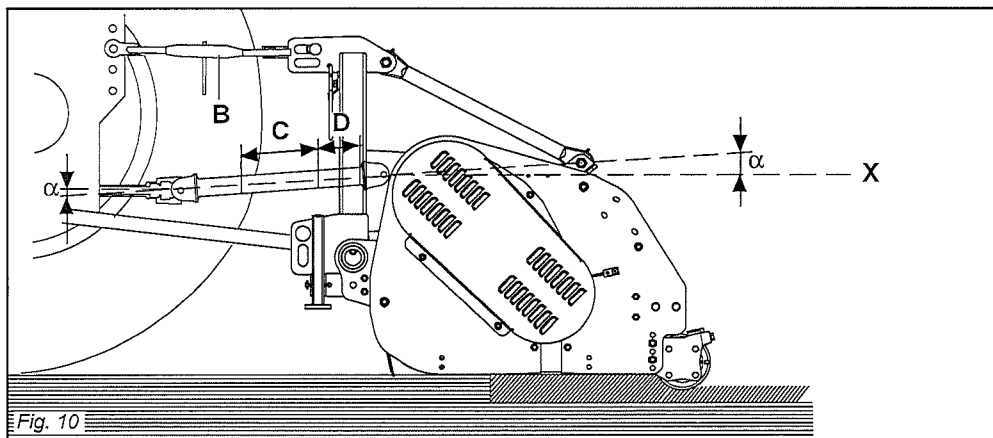
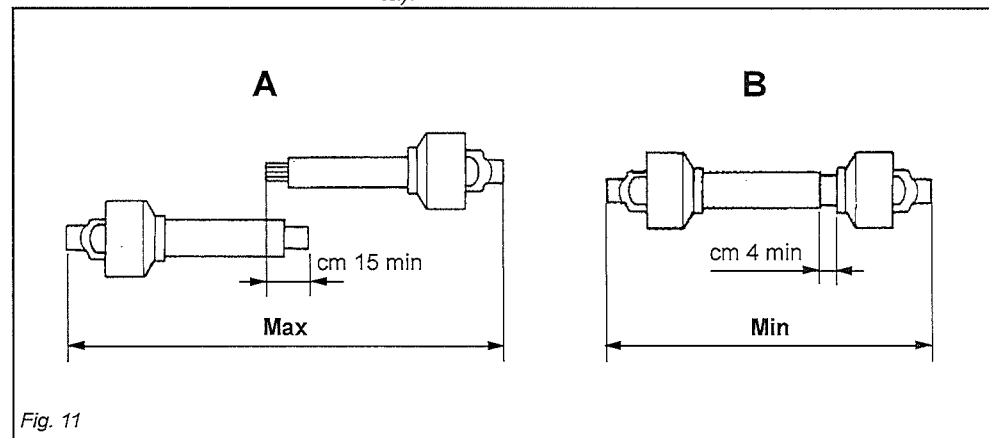

Fig. 10
Fig. 11
Vid korrekt utförd koppling är maskinen vågrät i arbetsläget. För att erhålla ett korrekt förhållande ska du öka eller minska längden på fästets toppstång (B Fig. 10) tills axeln (X Fig. 10) på hållarens räfflade ringmutter ställs in parallellt till marken.
- De två vinklarna (α fig. 10) som bildas av gafflarnas axlar och teleskoprörens axlar ska vara lika stora och får inte överskrida 10° .
- Teleskoprören (C fig. 10) ska vara överlappade med minst 15 cm (fig. 11).
Dette sker ved at forøge eller reducere længden på trepunktskoblingens topkobling (B Fig. 10) således, at akslen (X Fig. 10) for boksens kileringsmøtrik befinder sig parallelt med underlaget.
- De to vinkler (α Fig. 10) bestående af gaffernes akser og gliderørens akse er identiske og må ikke overskride 10° .
- Gliderørene skal være dækket (C Fig. 10) min. 15 cm (Fig. 11).
- De två rören på kraftöverföringsaxeln med kardanknut ska inte vara helt och hållet överlappade. Ett säkerhetsavstånd (D Fig. 10) på minst 4 cm måste finnas.
- Kardanknutarnas vinklar (α Fig. 10) får inte överstiga 40° (fig. 11).
När den är i maximalt infällt läge ska det finnas minst 4 cm spel kvar (fig. 11).
Når kardanaxlen er helt indtrukket, skal sikkerhedsvandringen være min. 4 cm (Fig. 11).
- Kardanakslens to rør må ikke dækkes fuldstændigt. Der skal være en sikkerhedsvandring (D Fig. 10) på min. 4 cm.
- Kardanakslernes vinkler (α Fig. 10) må ikke overskride 40° (Fig. 10).